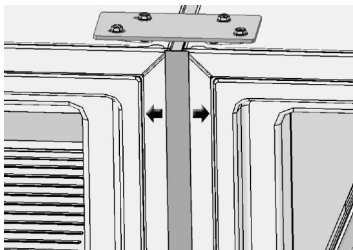

Fig. 17
- b. Ajuste la proximidad de las unidades según sea necesario para centralizar la moldura central. Comience por ajustar los tornillos en el soporte 1H superior para espaciar uniformemente la moldura central (Fig. 17).